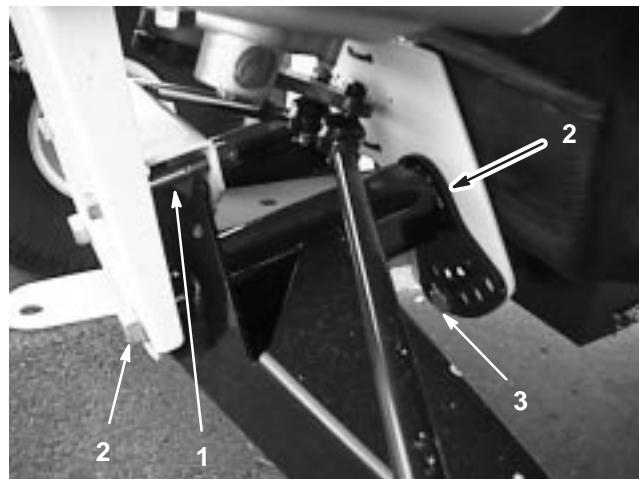

Bild 25
2. Entfernen Sie die Anschlagschraube (Bild 25).
3. Lockern Sie die Zentrierschrauben im vorderen A-Arm (Bild 25).
4. Entfernen Sie die Fahrhöhe-Einstellschraube (Bild 25).
- Drehen Sie den vorderen A-Arm in die gewünschte Stellung (siehe die nachstehenden Hinweise) und schrauben die Fahrhöhe-Einstellschraube wieder ein (Bild 25).
7. Setzen Sie die Anschlagschraube (Bild 25) wieder ein.